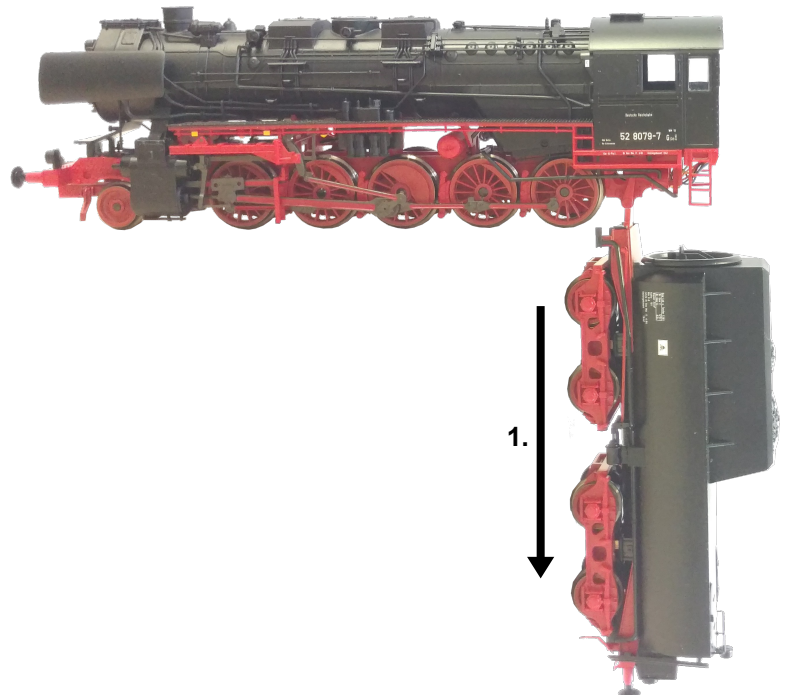

Abb. 7
1. Kinematik von Lok und Tender trennen (siehe Abb. 7)
## Kinematik von Lok und Tender trennen (Abb. 7)